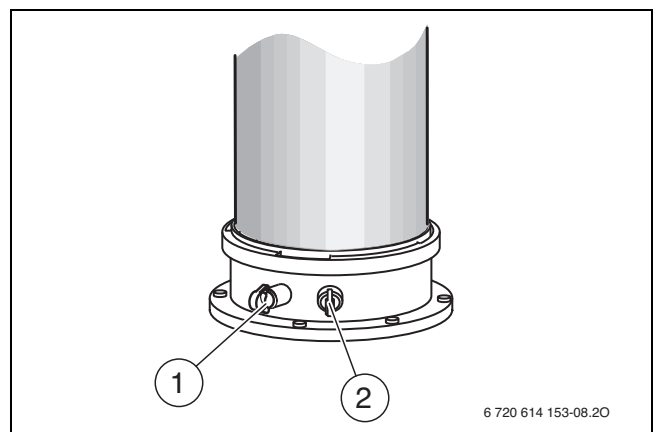

Bild 55 Abgasmessstutzen und Verbrennungsluft-Messstutzen
- ▶ Stopfen am Verbrennungsluft-Messstutzen (→ Bild 55, [2]) entfernen.